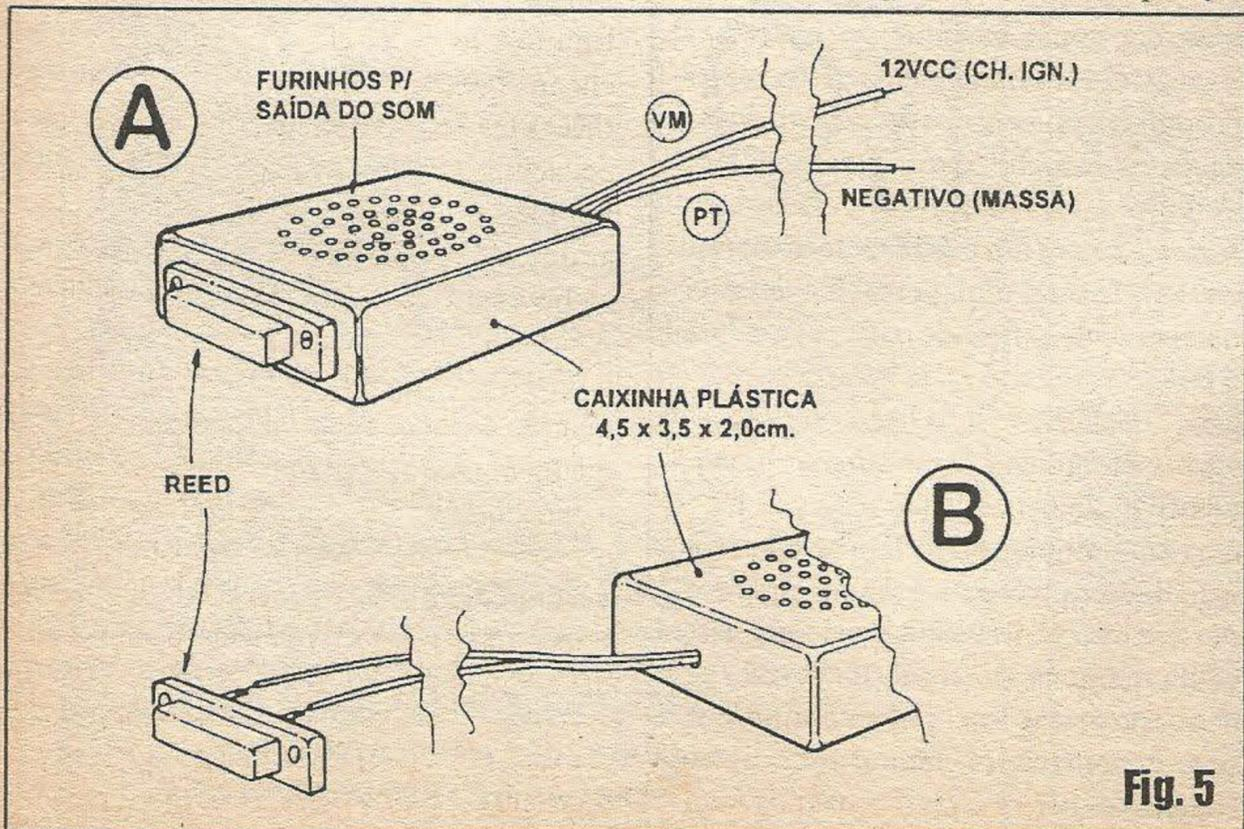

Fig. 5
- FIG. 5 - **SUGESTÃO DE ACABAMENTO E OPÇÕES PARA FIXAÇÃO/LOCALIZAÇÃO DO REED...** - Em